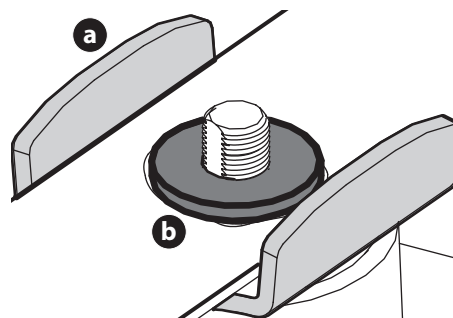

Fig. 46
- Coloque el protector de la cuchilla (a) en el eje del husillo (Fig. 46).
- Coloque con cuidado la arandela plana (b) en el eje del husillo. Alinee los lados planos de la arandela con los lados planos del eje del husillo (Fig. 46).